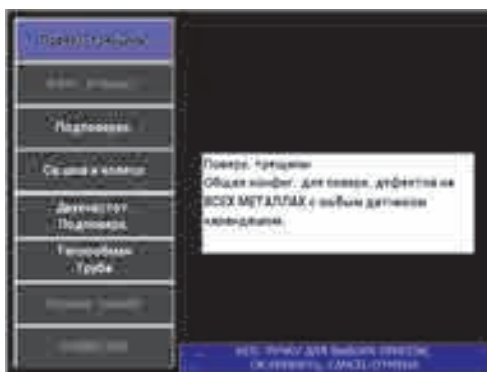

Рис. 5-82 Выявление поверхностных трещин
2. Нажмите клавишу меню ADV SETUP (), затем выберите **ВЫБОР ПРИЛОЖ.** (клавиша A), чтобы открыть меню выбора приложений. С помощью ручки регулятора выберите **Поверх. трещины** и нажмите  для подтверждения (см. Рис. 5-82 на стр. 191).
7. Приподнимите преобразователь, затем снова коснитесь преобразователем поверхности образца; повторяя эти движения, нажмите клавишу ANGLE () и настройте угол отрыва на 90° [см. Рис. 5-82 на стр. 191].